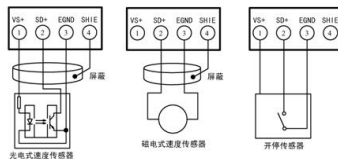

图 13-14-15 光电式、磁电式速度传感器、开停传感器时的连接
速度传感器通常具有 2 种类型：光电式速度传感器和磁电式速度传感器，当仪表设置为速度内给方式时，速度传感器也可采用皮带开停传感器代替，图 13-14-15 显示了采取不同的速度传感器时的连接方法。
- 3) 接线: 按照图 13-14-15 链接开停传感器, 也可以连接控制设备启停的继电器的常开触点;